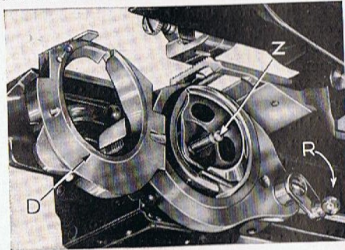

Abb. 38
**Reinigen der Schiffchenbahn** (Abb. 38). Sofern beim Nähen eine plötzliche Hemmung auftritt, darf nicht versucht werden, diesen Widerstand durch Drehen am Handrad gewaltsam zu überwinden. Wahrscheinlich hat sich Nähstaub oder ein Fadenrest in der Schiffchenbahn festgesetzt.